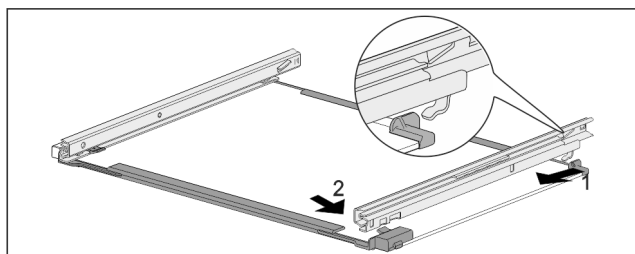

Fig. 83 带轨道的玻璃隔板
- ▶ 轨道后部钩入。 Fig. 83 (1)
- ▶ 轨道前部卡紧。 Fig. 83 (2)